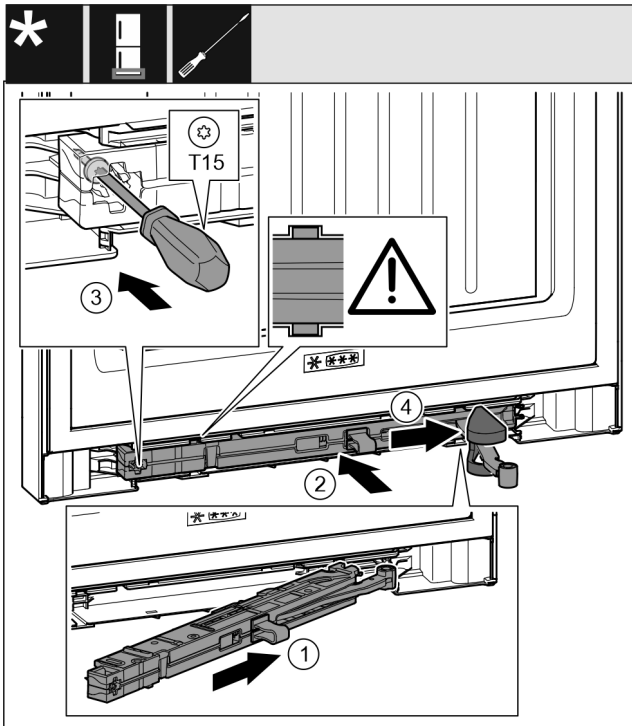

Fig. 46
- ▶ Tolja be fordén, ütközésig a záráscsillapító egységet a mélyedésbe a csapágybak felőli oldalra. Fig. 46 (1)
- ▶ Tolja be teljesen a mélyedésbe a záráscsillapító egységet. Fig. 46 (2)
- ▶ Húzza meg a csavart egy T15 csavarhúzóval. Fig. 46 (3)
- ▶ Tolja rá a fedelet a csuklóra. Fig. 46 (4)